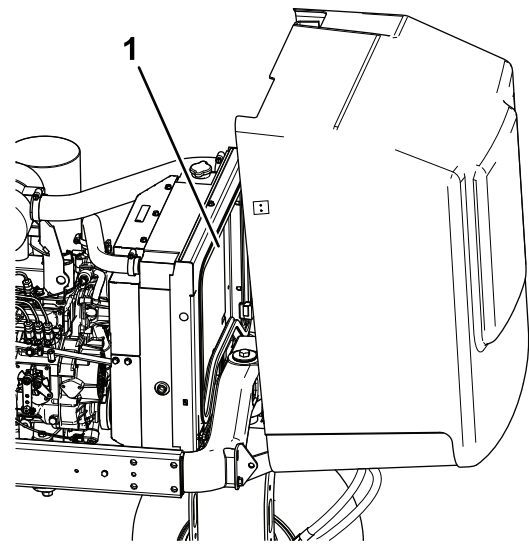

Figure 68
5. Nettoyez soigneusement les deux côtés du radiateur avec de l'eau ou de l'air comprimé (Figure 68).